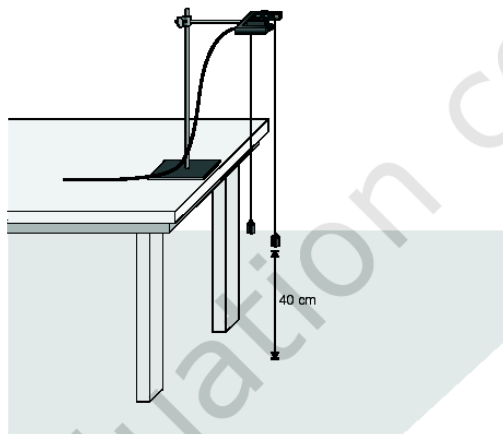

Figura 8: Montagem da máquina de Atwood.
1. Ajuste o instrumento da máquina de Atwood segundo as indicações de Figura 8.